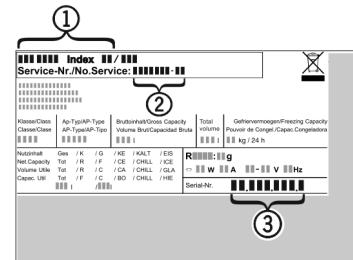

Fig. 11
- Назва пристрію Fig. 11 (1), сервісний номер Fig. 11 (2) та серійний номер Fig. 11 (3) вказані на табличці типів. Табличка типів знаходитьться всередині пристрію, зліва.
- Повідомте сервісну службу про характер неполадки, називу пристрою *Fig. 11 (1)*, сервісний номер *Fig. 11 (2)* та серійний номер *Fig. 11 (3)*.